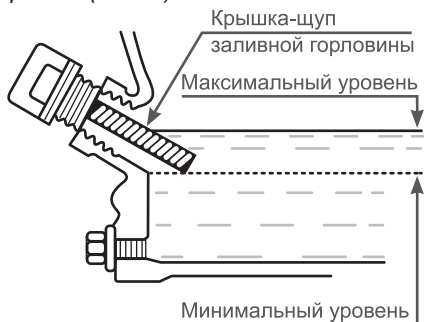

Рис. 7 Проверка уровня масла в картере
*Максимальный уровень масла в картере соответствует нижней кромке заливного отверстия (Рис. 7).*
5. При недостаточном уровне масла в картере необходимо долить чистое масло до верхней отметки на щупе, что соответствует нижней кромке заливного отверстия (Рис. 7).